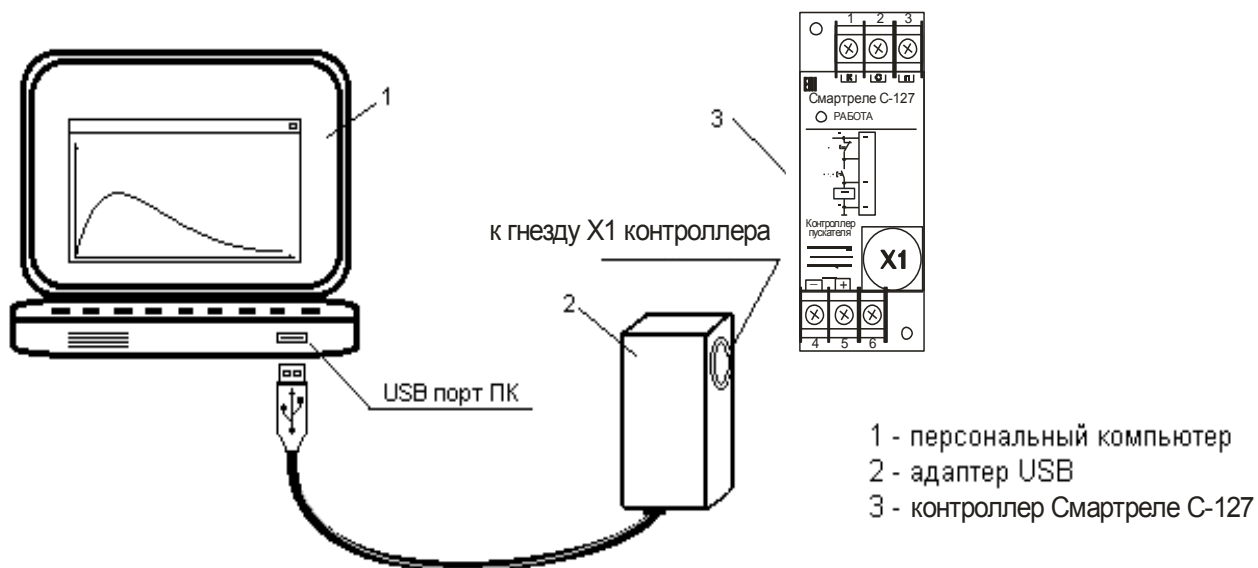

Рисунок 5 – подключение контроллера СМАРТРЕЛЕ C-127 к ПК при помощи адаптера USB
5.6 Режим работы контроллера программируется самим потребителем от персонального компьютера (ПК), соединяемого с контроллером посредством Адаптера USB (Рис.5), или с помощью пульта управления ПУ-04С.